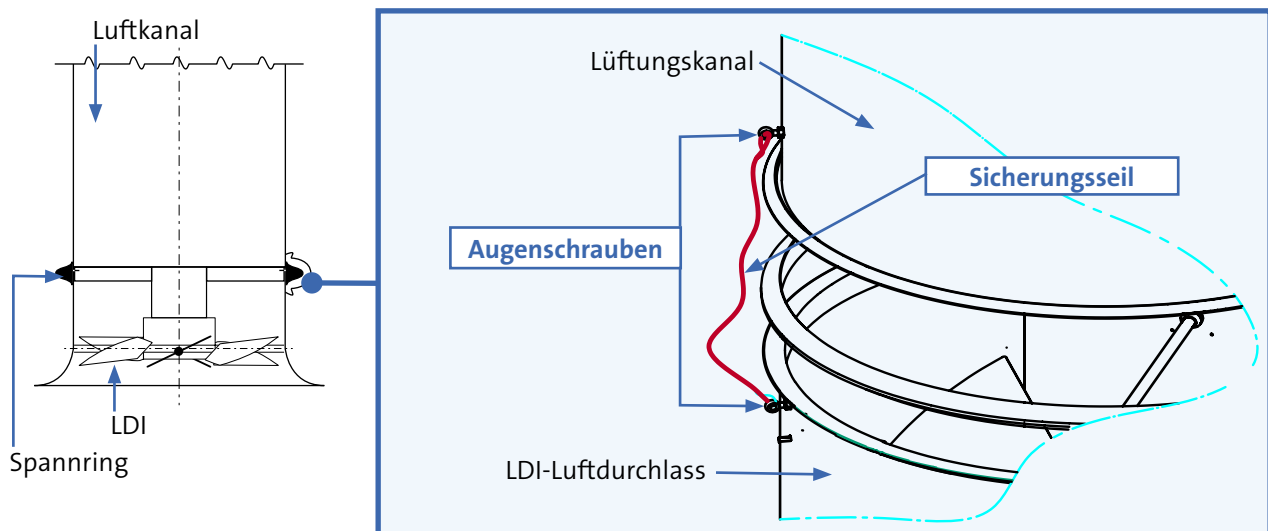

Abb. 17. Kanalmontage und Befestigung mit Schnellverschluss (Freiaufhängung mit Absturzsicherung)
- Die Absturzsicherung muss immer ordentlich und sicher an dem bauseitigen Lüftungskanal und dem Luftdurchlass befestigt werden! (siehe „Abb. 17. Kanalmontage und Befestigung mit Schnellverschluss (Freiaufhängung mit Absturzsicherung)“ auf Seite 33)